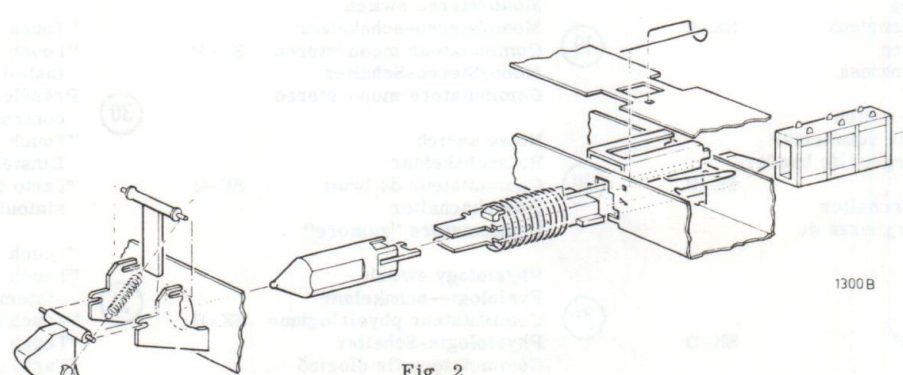

Fig. 2
- When a switch or the slide of a switch must be replaced, proceed as follows: a. remove the front panel, b. disassemble and assemble according to Fig. 2.
- Pour remplacer un commutateur ou le tiroir d'un commutateur, procéder comme suit: a. retirer le panneau avant, b. démonter et monter le commutateur selon fig. 2.
- Om een schakelaar of de schuif van een schakelaar te vervangen, moet men: a. het front verwijderen, b. schakelaar demonteren en monteren volgens fig. 2.
- Zum Ersetzen eines Schalters oder des Schalterschiebers muss man: a. die Front entfernen, b. den Schalter gemäss Abb. 2 demontieren und montieren.
- Per sostituire un commutatore o una slitta di esso, procedere come segue: a. togliere il pannello davanti, b. smontare e montare il commutatore secondo la fig. 2.